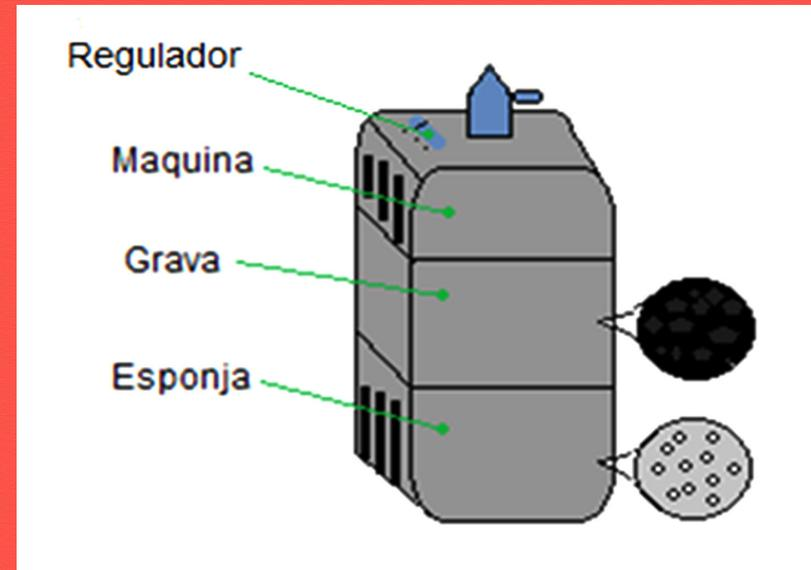

Figura 3. Esquema de filtro con bomba interna señalando sus principales componentes.
a) Filtros con bomba interna. Este tipo de filtros (Figura 3) cuenta con un sistema completamente sumergible y con regulador de la fuerza de aire. Para este tipo de contenedores se usan aquellos que tienen dos secciones; existen varias marcas y modelos, pero funcionan de la misma manera.